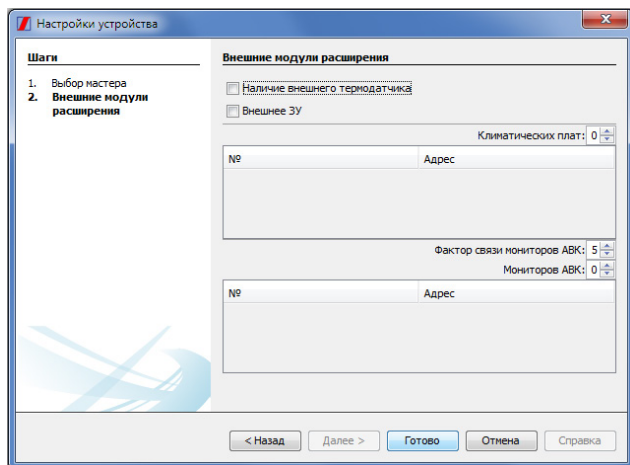

Рисунок 50. ПО Shtyl Device Manager. Окно «Внешние модули расширения»
2.3. Открывшееся окно «Внешние модули расширения» (**рисунок 50**) предназначено для установки: